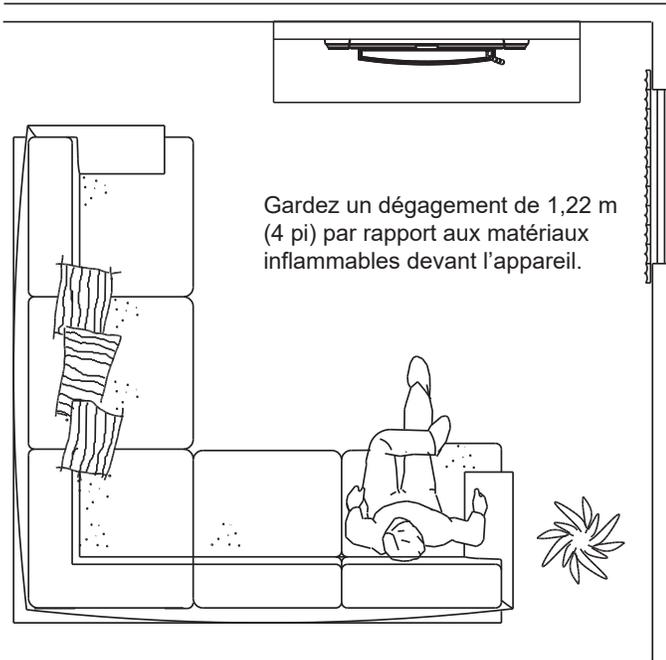

Figure 17.1
- Ne placez AUCUN objet inflammable à moins de 1,2 m (4 pi) devant l'appareil. Voir la **Figure 17.1**.